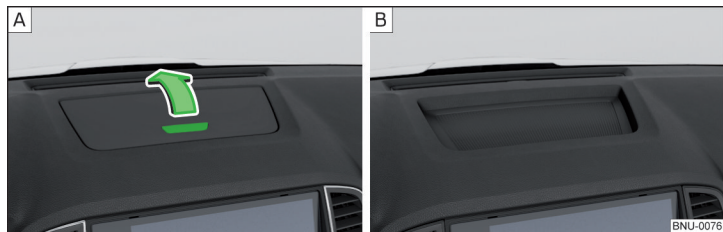

Fig. 105 Abrir compartimento guardaobjetos / Compartimento guardaobjetos no bloqueable
- ▶ Para **abrir**, pulsar la tecla » fig. 105 - A, la tapa abate en la dirección de la flecha.
En algunos vehículos, el compartimento guardaobjetos no tiene ninguna tapa » fig. 105 - B o tiene una reja de altavoces en vez de un compartimento guardaobjetos.